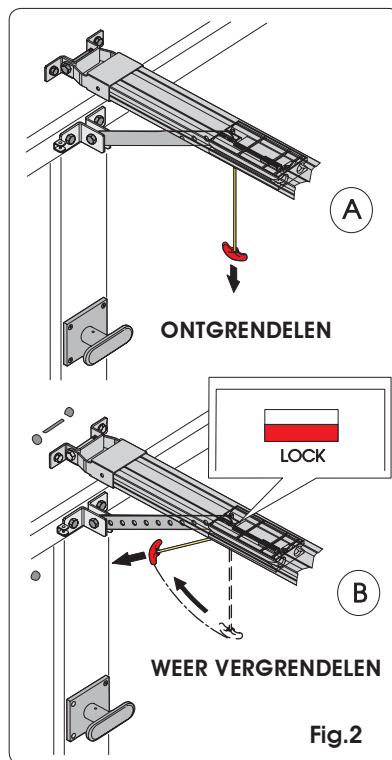

Fig.2
- Ontgrendel de aandrijving door de ontgrendelingshendel naar beneden te trekken (Fig. 2 ref. A).
- Vergrendel het automatische systeem weer door het handvat horizontaal te trekken (Fig. 2 ref. B) en controleer, wanneer hij wordt losgelaten, of het "LOCK"-venstertje onder de geleideslede rood is, ter bevestiging dat het mechanisme weer is ingesteld.